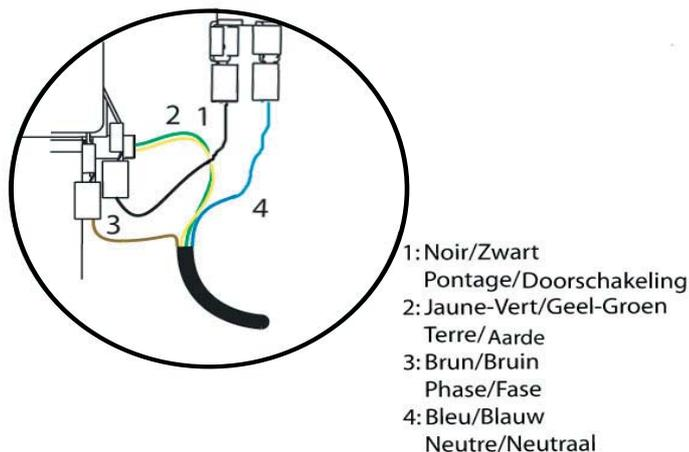

Figure 11
4. Effectuez le raccordement électrique (cfr. fig 11 et 14)